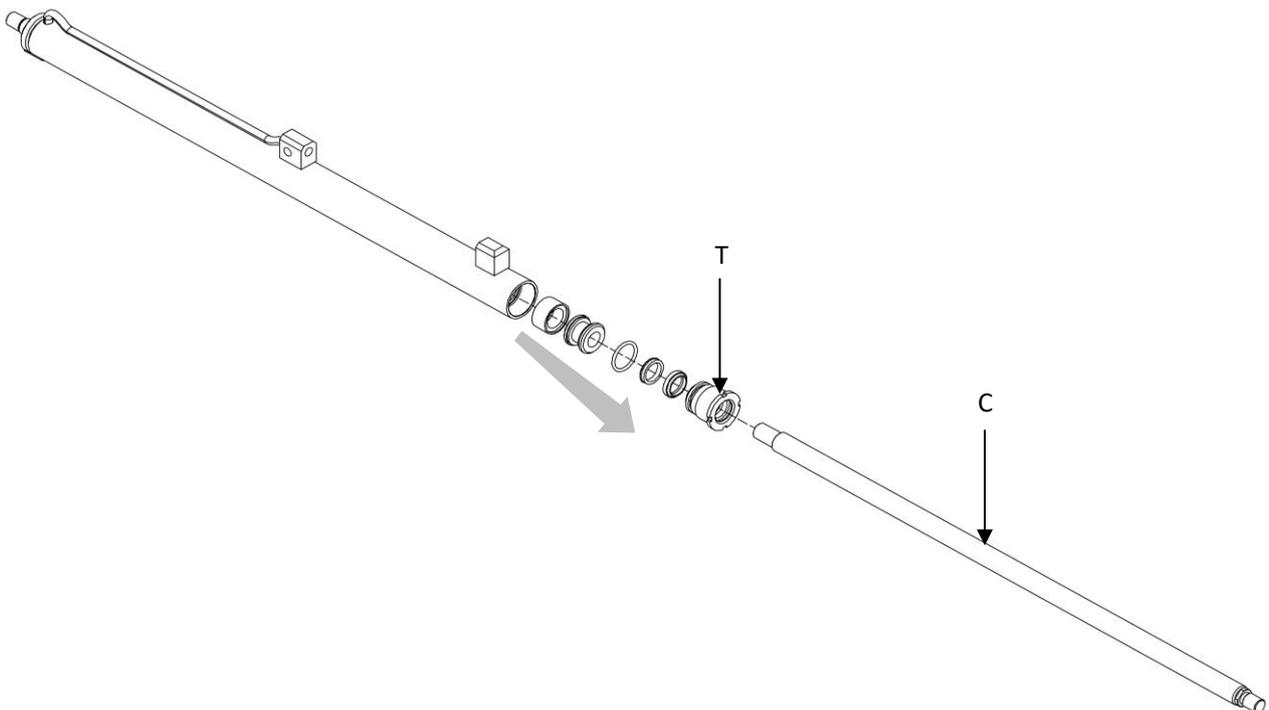

Figure 38
8. Se référer à la *Figure 38*.